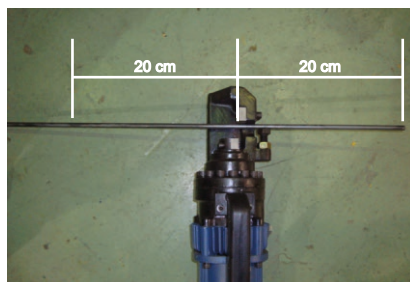

Fig.01
- Não cortar a barra de aço demasiadamente curta, a longitude do corte não deve ser menor que **20 cm**, conforme **Fig.01**;